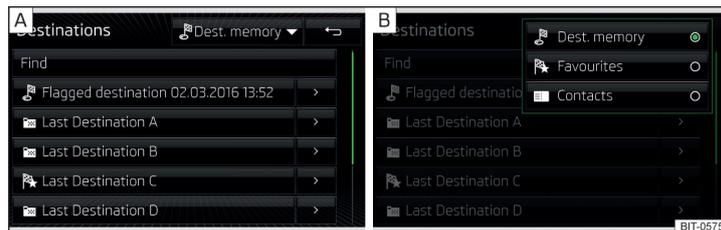

Abb. 208 Liste der gespeicherten Ziele / Kategorien der gespeicherten Ziele wählen
- › Die Funktionsfläche  $\mathbb{A}$  » Abb. 208 - [A] antippen und eine der folgenden Kategorien der gespeicherten Ziele wählen » Abb. 208 - [B]